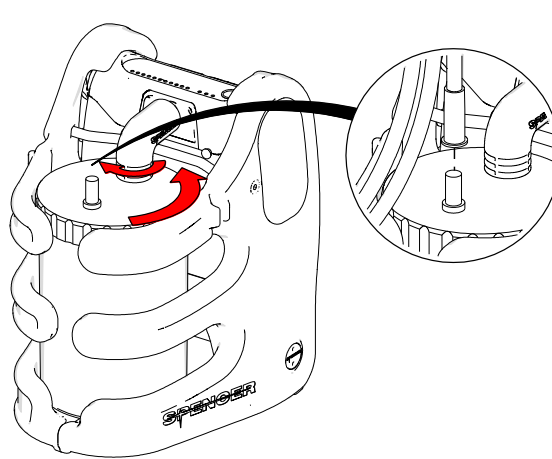

Fig. 11
7. Collegare il tubo paziente (n°17 paragrafo 3.2) al coperchio del recipiente nella porta di ingresso contrassegnata con la dicitura "Patient". Verificare che tutte le connessioni siano sicure per evitare perdite di liquidi e di depressione (fig. 11).